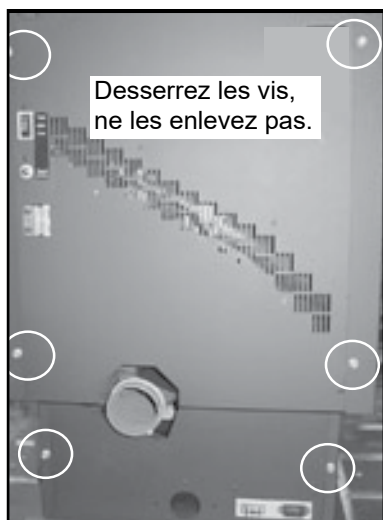

Figure 21.1
4. Desserrez les 4 vis du haut du panneau arrière et les 2 vis au bas du panneau arrière en utilisant un tournevis cruciforme n° 2, une clé 3/8 po ou une douille 3/8 po. Il n'est pas nécessaire d'enlever les vis. **Figure 21.1.**